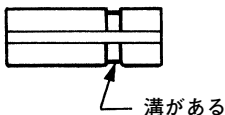

図 5
- 図 5 に示すように、溝のある方が 12 × 6.35 mmチャックスリーブです。12 × 6.35 mmチャックスリーブには軸径 6 mmのビットを使用しないでください。